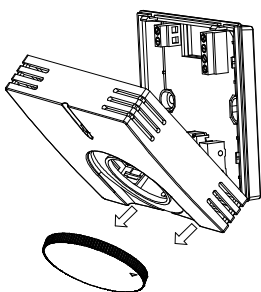

Bild 1
- Erst den Drehknopf und dann das Gehäuse des Reglers vorsichtig vom Gehäuseunterteil mit einem Schraubendreher aushebeln (s. Bild 1).